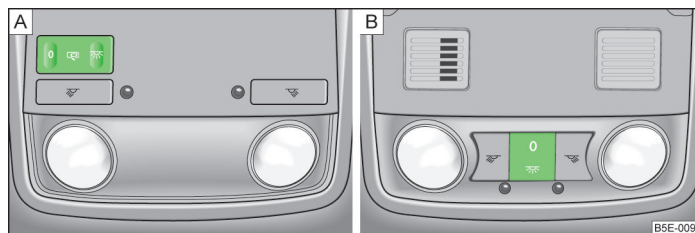

Abb. 36 Innenleuchte vorn
- Die Taste im Bereich des Symbols  $\text{☾}$  » Abb. 36 drücken.
- Die Taste im Bereich des Symbols **O** » Abb. 36 drücken.
Bei Fahrzeugen ohne Innenraumüberwachung ist die Mittelstellung mit dem Symbol  $\text{☾}$  » Abb. 36 - **A** gekennzeichnet. ▶